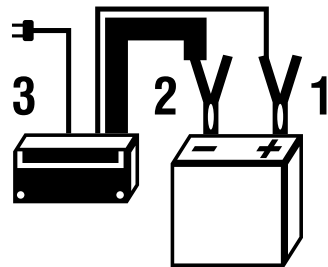

Fig. 3 – Secuencia para conectar el cargador
- c. Conecte la pinza roja del cargador al polo positivo de la batería (posición 1 de la Fig. 3).
- d. Conecte la pinza negra del cargador al polo negativo de la batería (posición 2 de la Fig. 3).
- e. Enchufe el tomacorriente (posición 3 de la Fig. 3).